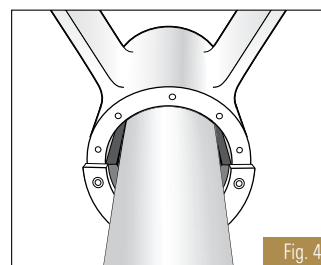

Fig. 4
5. Instale y posicione cuidadosamente el eje (la mitad superior del rodamiento aún no está en su emplazamiento, proporcione holgura suficiente para mover y posicionar el eje.). (Fig. 4).